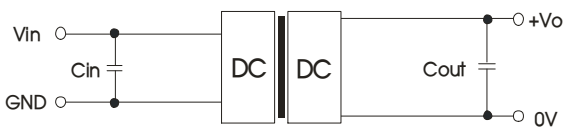

图 2
①所有该系列的 DC/DC 转换器在出厂前, 都是按照 (图 2) 推荐的测试电路进行测试。
②若要求进一步减少输入输出纹波, 可将输入输出外接电容 C_{in} 、 C_{out} 加大或选用串联等效阻抗值小的电容, 但容值不能大于该产品的最大容性负载。
C3	参照图 2 中 Cout 参数